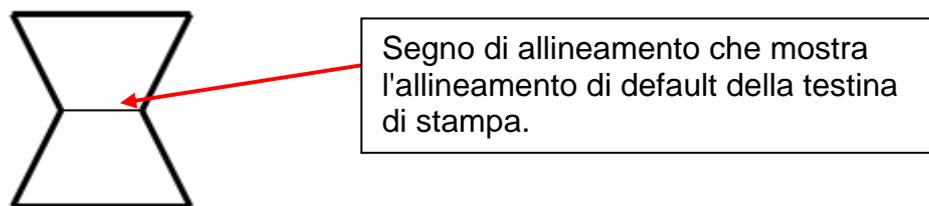

Figura 5 – Regolazione di default
- 3.3.** Durante l'allineamento della testina di stampa verificare che **entrambi** i lati della testina si trovino inizialmente in posizione di default, con il segno di allineamento al centro della finestra di ispezione, come illustrato nella Figura 5.